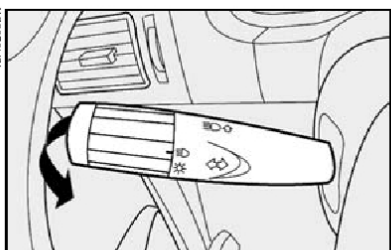

fig. 46
### Lampejos fig. 46
**Sistema Follow me Home fig. 46 e 47**